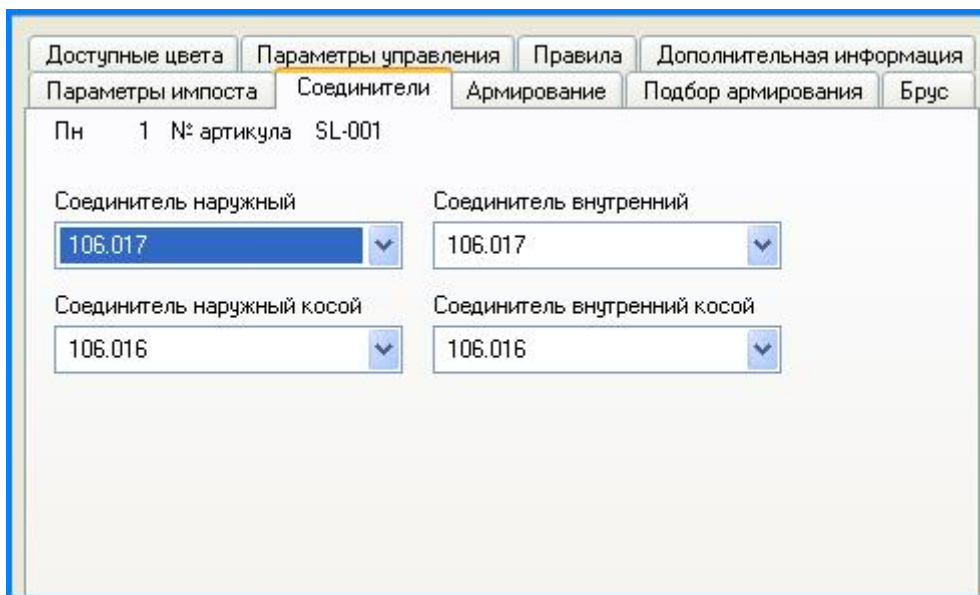

Рис. 121. Соединители.
- Закладка **Соединители** (рис. 121)